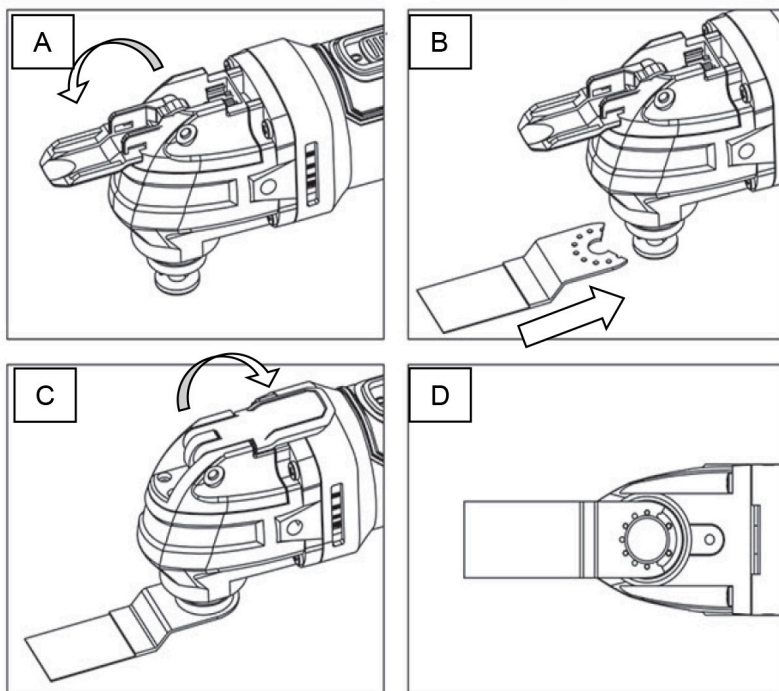

Рис. 4
1. Поднимите зажимной рычаг вверх и переведите его вперёд примерно на 180° (Рис. 4А).
2. Установите хвостовик насадки между фланцем и шпинделем, совместив штифты шпинделя с отверстиями на хвостовике насадки (Рис. 4В).
3. Верните зажимной рычаг в исходное положение (Рис. 4С).